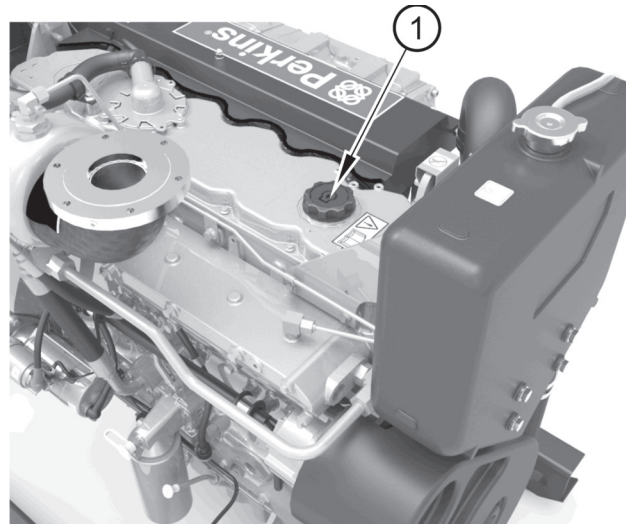

Figura 31
6. Rimuovere il tappo di rifornimento dell'olio (figura 31 voce 1).